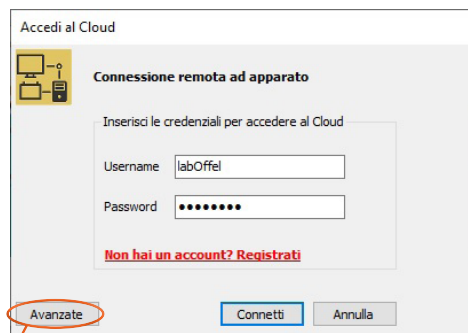
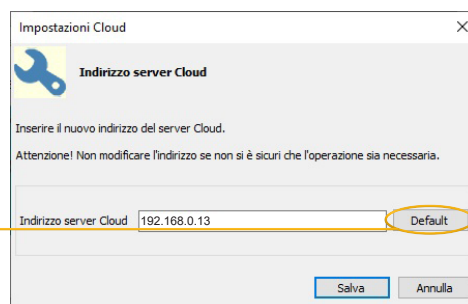

Fig. 35
Fig. 36
Si apre la finestra ACCEDI AL CLOUD (fig. 35): premendo il tasto AVANZATE, si apre la finestra INDIRIZZO SERVER CLOUD (fig. 36) dove è possibile inserire i parametri aggiornati del server Cloud.
3. Nella finestra INDIRIZZO SERVER CLOUD (fig.36) inserire i parametri aggiornati del server Cloud.